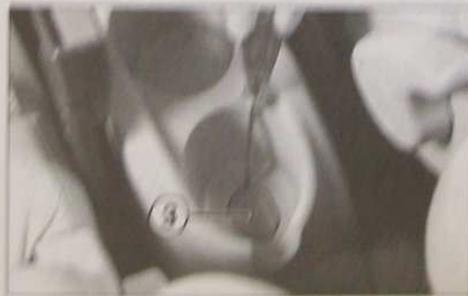

FIG. 17
- Déclipser l'obturateur (3) (Fig.17).